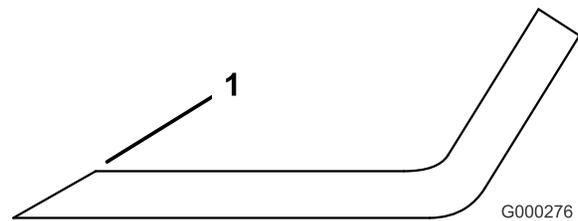

Figura 87
3. Examine as partes cortantes de todas as lâminas. Afie as extremidades de corte se estas apresentarem sinais de desgaste ou ranhuras. Afie apenas a zona superior da parte cortante e mantenha o ângulo de corte original para garantir um desempenho eficaz da lâmina (Figura 87). A lâmina mantém o equilíbrio se for retirada a mesma quantidade de metal de ambas as partes cortantes.